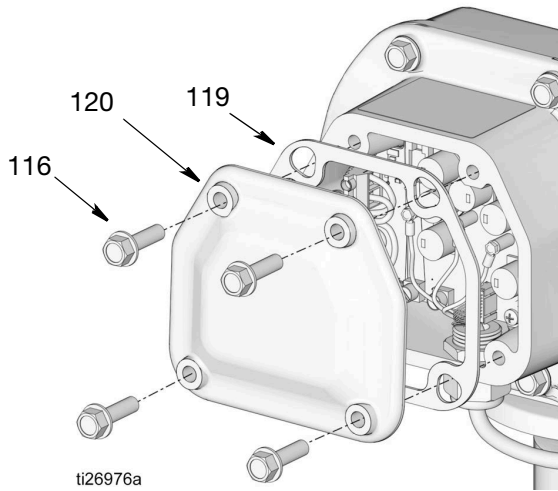

图 55
- 卸下电机控制盒盖 (120) 上的螺丝 (116) 并卸下盖板和垫圈 (119) (图 55)。